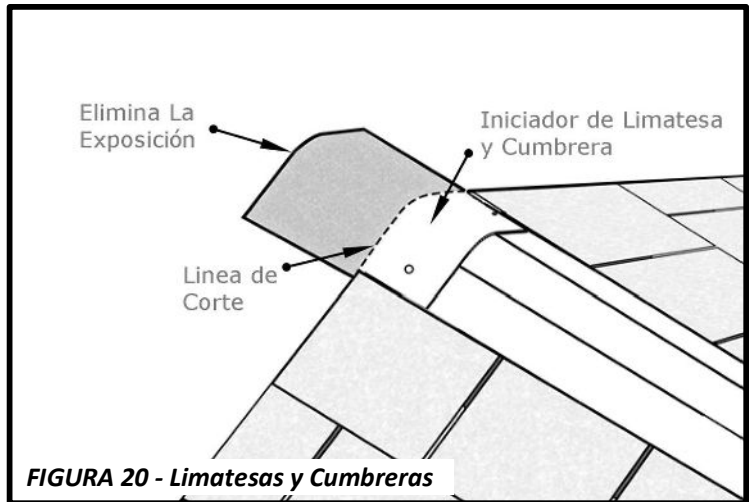
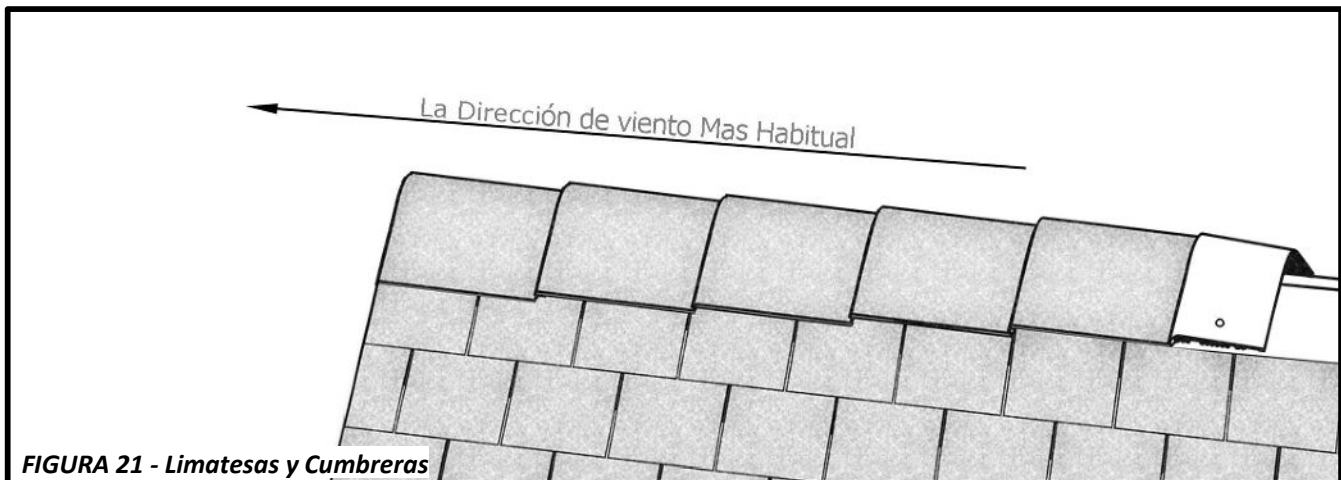

FIGURA 20 - Limatesas y Cumbreras
FIGURA 21 - Limatesas y Cumbreras
- Fabrica tejas de arranque para cumbreras cortando la porción expuesta, como se muestra en la **Figura 20**. Instale las limatesas y cumbreras con la exposición de **7 3/4" (197mm)**. En la cumbrera, empieza las tejas de limatesa y cumbrera en la dirección opuesta al viento prevaeciente, como mostrado en la **Figura 21**. En las limatesas empieza con las tejas limatesa del punto mas bajo de la limatesa. Para mas información, visite www.fwaverroofing.com.